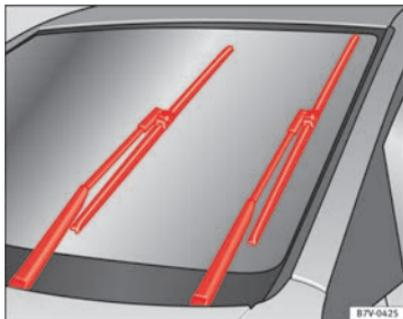

Fig. 140 Limpiaparabrisas en posición de servicio
- Conecte y desconecte el encendido y a continuación (antes de aprox. 9 seg.), desplace la palanca del limpiaparabrisas a la posición de barrido breve. Las escobillas se desplazan hasta la posición de servicio ⇒ fig. 140.